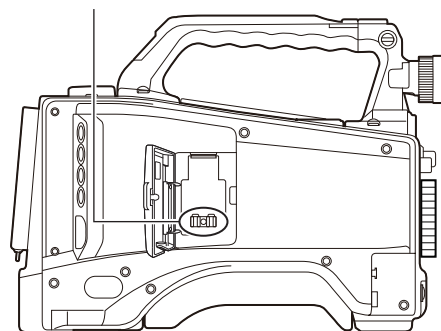

図 2
- 2 ワイヤレスモジュール固定部品を本体から取り外す。(図 2)
- 2 〈USB2.0〉端子 (サブホスト) に USB 2.0 延長ケーブルを取り付ける。(図 2)